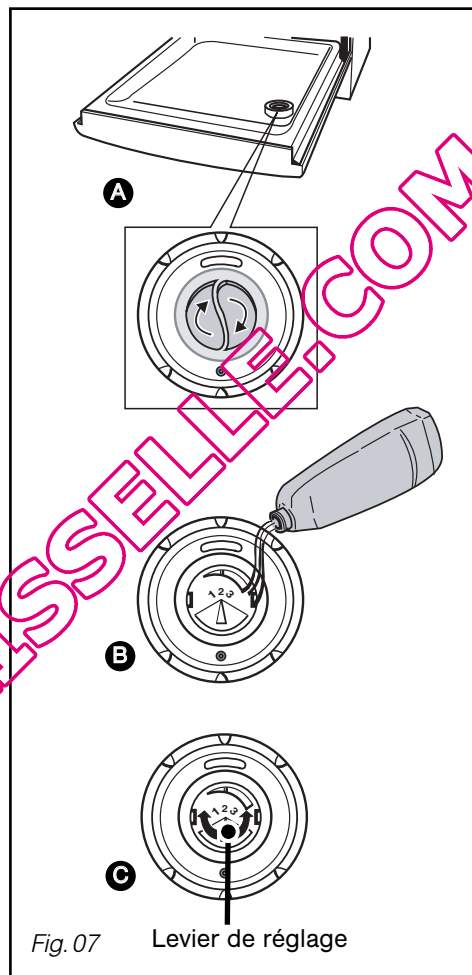

Fig. 07
• Le produit de rinçage (Fig. 07)
Réglez si nécessaire, le réglage d'origine est 2. Après quelques cycles en cas de mauvais séchage ou de traces, augmenter le réglage en tournant le levier (fig 07 **C**) : repère 3 pour augmenter